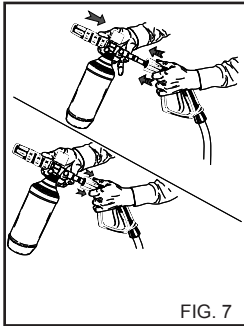

FIG. 7
2) Togliere la prolunga dall' impugnatura e inserire il kit spruzzatore detergente (fig. 7), azionare l' idropulitrice e cospargere la superficie da lavare agendo dal basso verso l' alto.